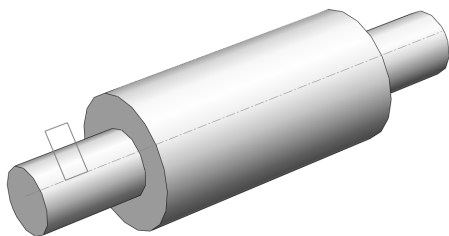

图 5-23 打开素材模型
(1) 单击常用工具栏中的【打开】按钮，打开一幅素材模型，如图 5-23 所示。